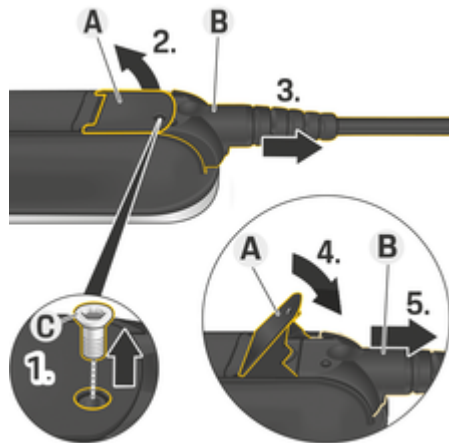

図 5: ケーブルの切り離し
- 1. スクリュー C (図 5) を適切なツールを使用して取り外します。
- 2. レバー A (図 5) を持ち上げます。
- 3. プラグ B (図 5) を抵抗を感じる所まで引き出します。